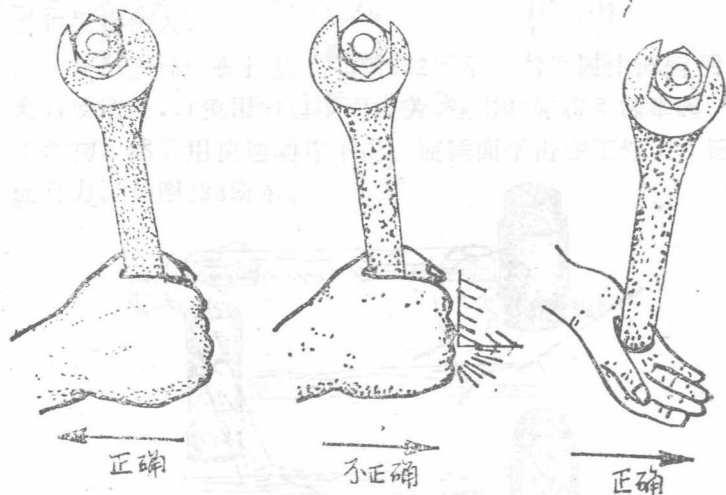

图228 扳手的运用
5. 在使用扳手时，最好的效果是拉动。倘若必须推动时，也只能用手掌来推，并且手指要伸开，以防螺栓突然松动碰伤手指，如图228所示。